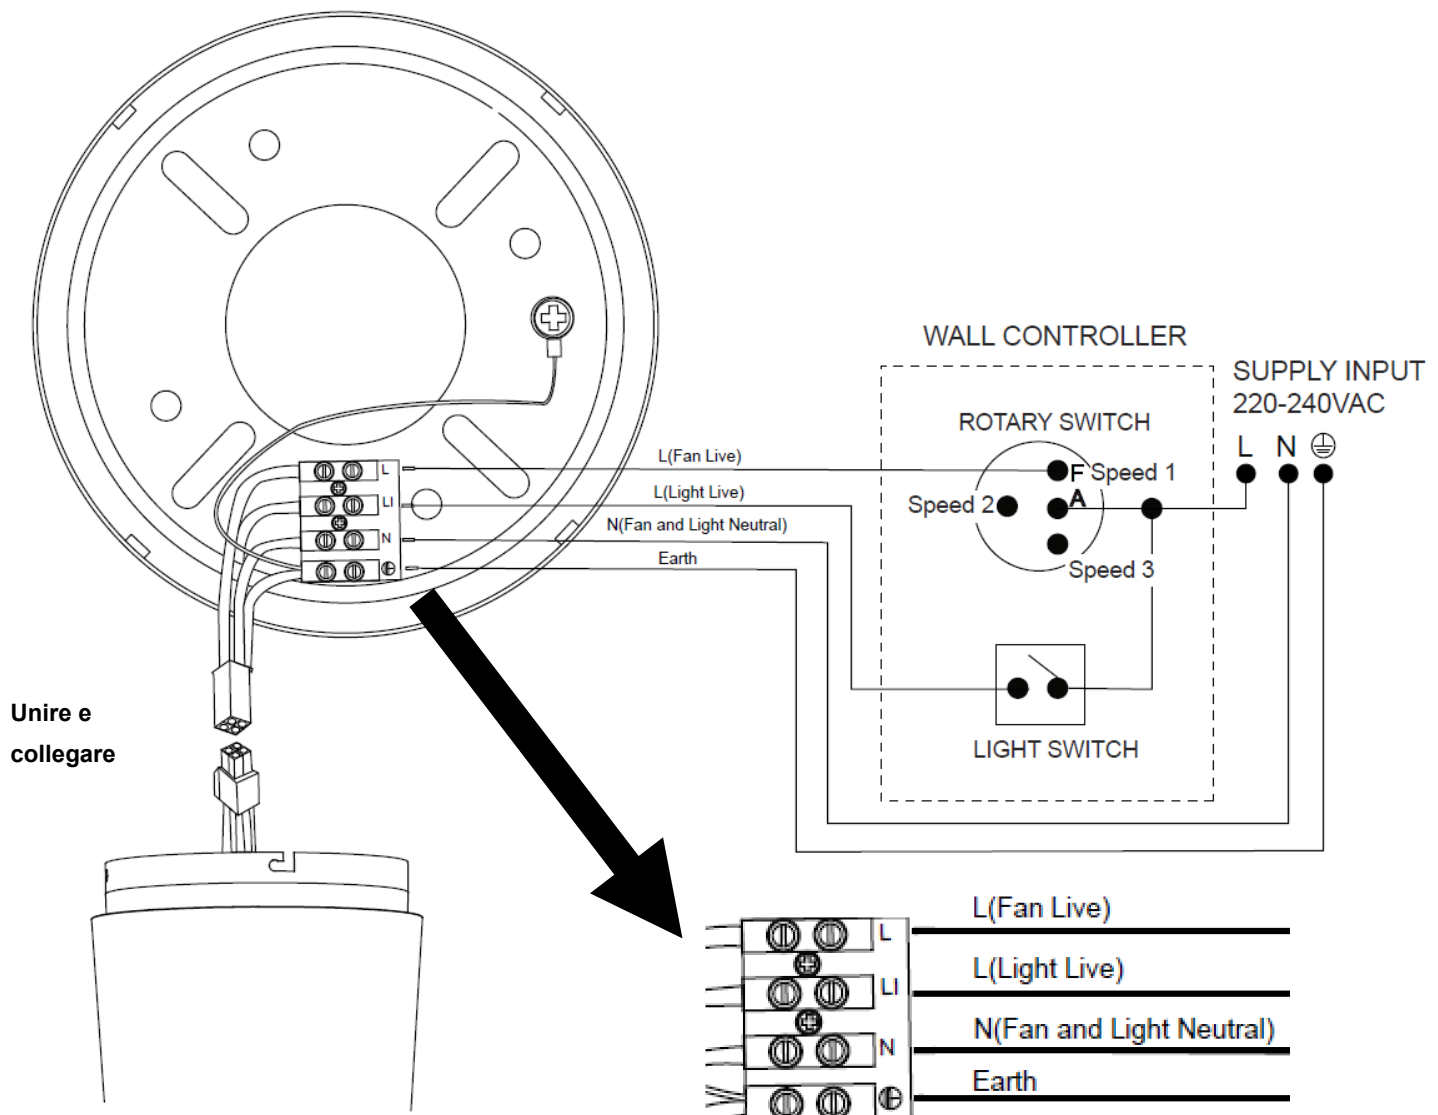

Fig. 5
**SCHEMA DI CABLAGGIO PER I MODELLI CON INTERRUTTORE A PARETE (Fig. 5)**
- Collegare i cavi di fase (L), neutro (N) e terra alla morsetteria della staffa di supporto come illustrato in Fig. 5. Nota: ignorare il cablaggio del kit luce, poiché questo modello ne è sprovvisto.